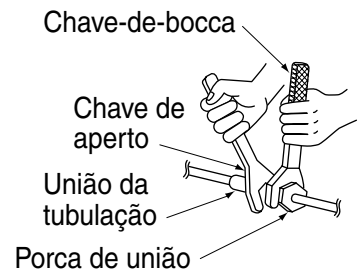

Fig. 12
- Certifique-se de que utiliza uma chave-inglesa e uma chave de porcas em conjunto, conforme ilustrado no desenho, ao ligar e desligar tubos da unidade. **(Consulte a Fig. 12)**